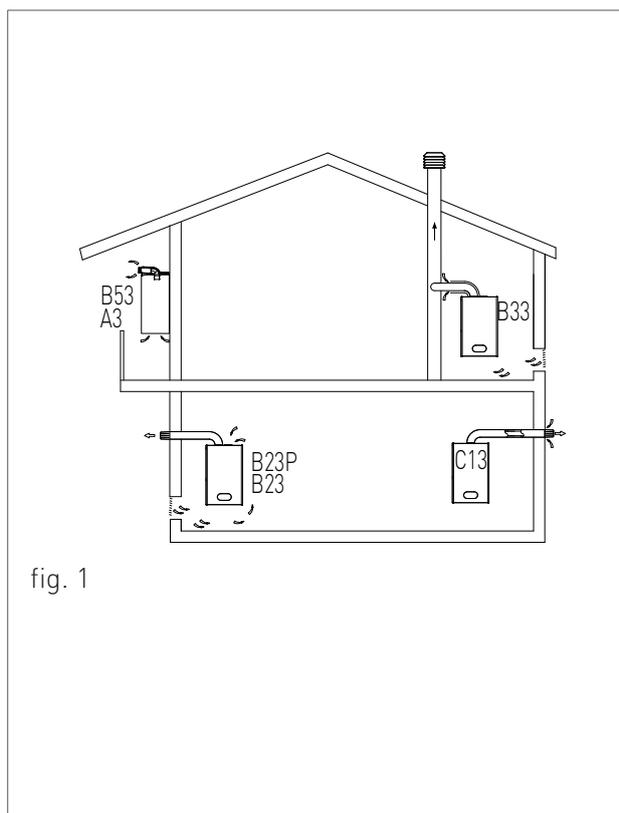

fig. 1
- › Il condotto di scarico deve essere perpendicolare con la parete interna opposta del camino o della canna fumaria (fig. 1).
Per questo tipo di scaldabagno sono disponibili le seguenti configurazioni di scarico dei fumi: A3, B23, B23P, B33, B53 e C13 (vedi Fig. 1).